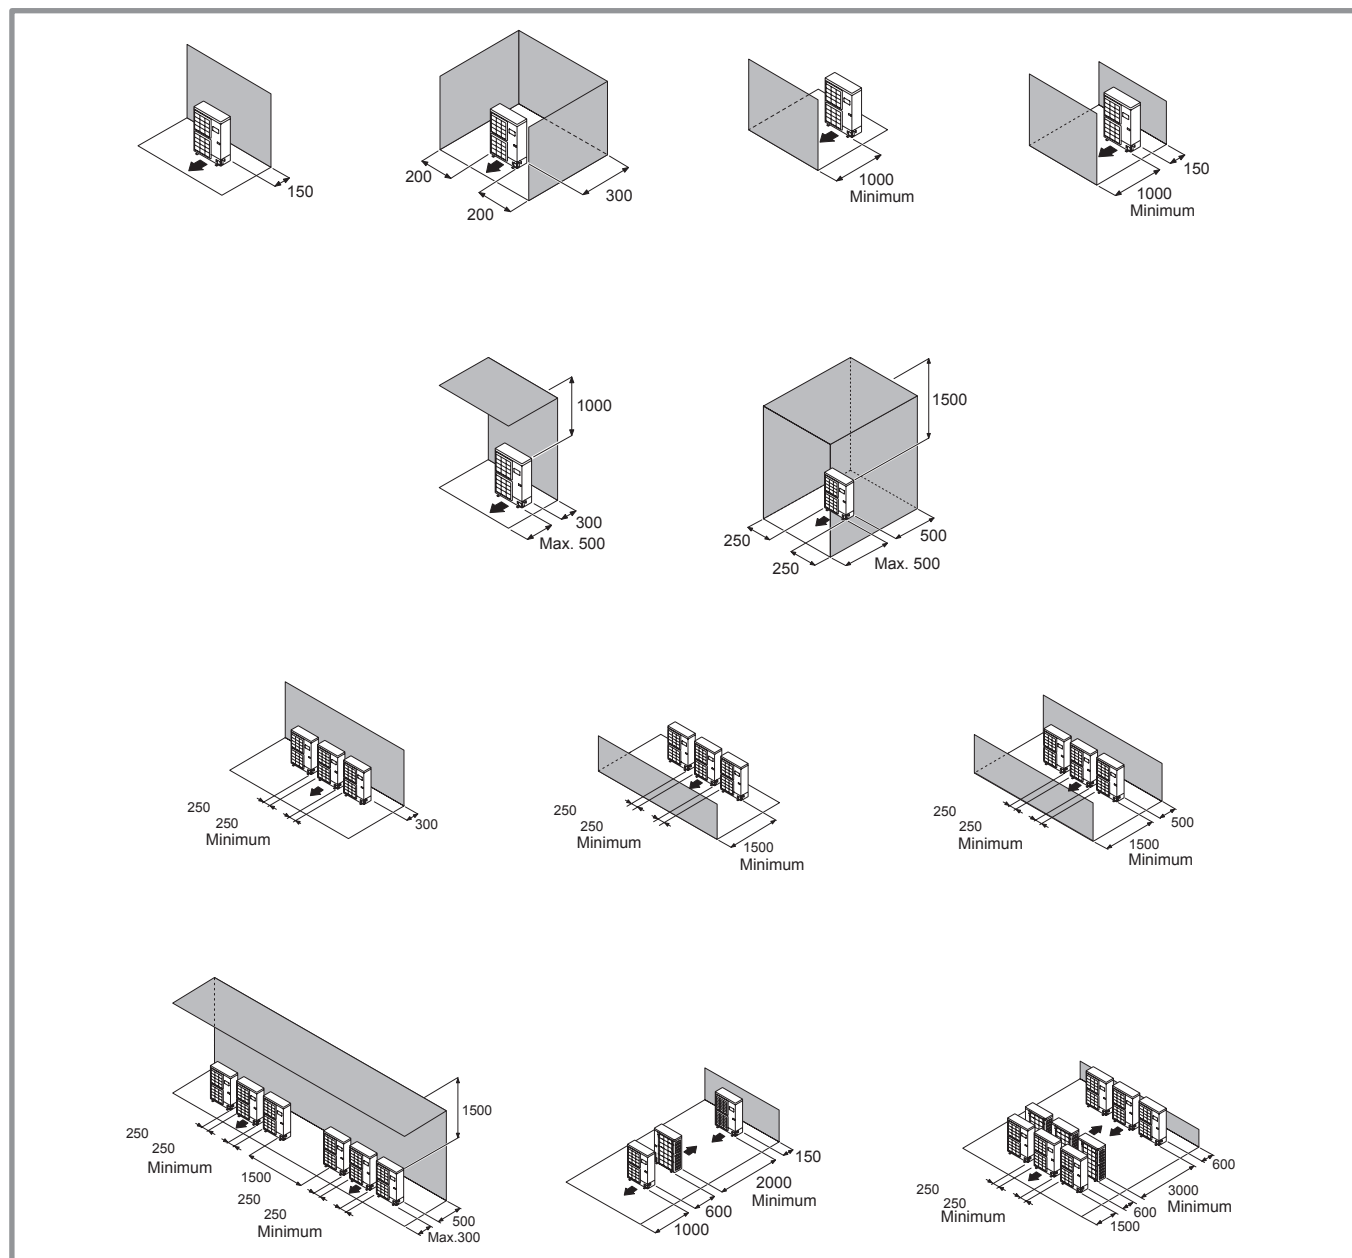

figura 11 - Desprendimentos mínimos de instalação à volta da unidade exterior
☞ **A unidade exterior deve exclusivamente ser instalada no exterior (fora). Se um abrigo é exigido, deve possuir largas aberturas nas 4 faces e respeitar os espaços livres da instalação (figura 11).**
- O aparelho deve estar perfeitamente acessível para os trabalhos de instalação e de manutenção ulteriores (figura 11).
- Nenhum obstáculo deve perturbar a circulação de ar através do evaporador e na saída do ventilador (figura 11).